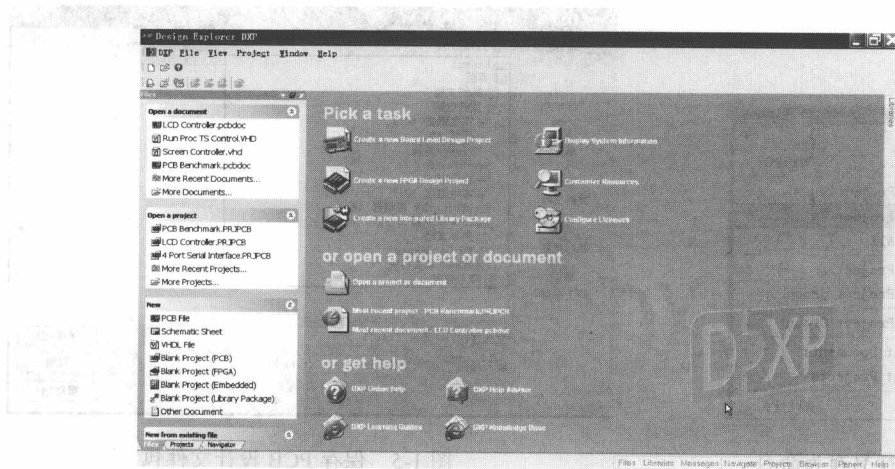

图 1-1 Protel DXP 工作窗口
1. 启动 Protel DXP, 执行“开始\所有程序\Protel DXP”命令, 会进入如图 1-1 所示的工作窗口。